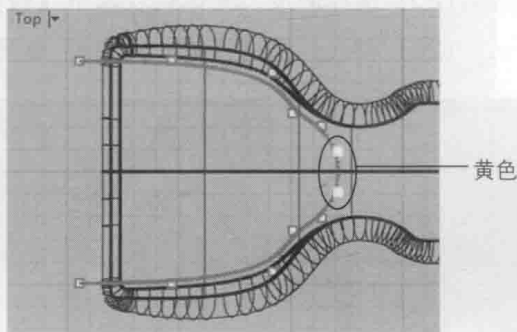

图 5-64 绘制曲线
(18) 绘制如图 5-64 所示的曲线, 并保证图中的两个黄点在同一竖直方向上。